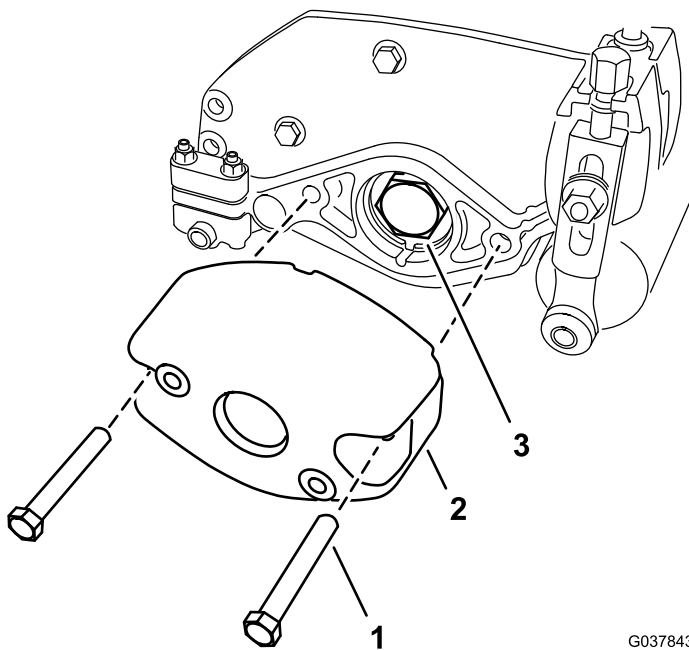

Bild 4
6. Nehmen Sie die zwei Schrauben (5/16" x 2 1/4") von den zwei Muttern (unverlierbar an der Seitenplatte befestigt) ab, mit denen das Gegengewicht an der Seitenplatte der Schneideinheit befestigt ist. Entfernen Sie das Gegengewicht (Bild 4).
8. Nehmen Sie die Lagermutter von der Spindelwelle ab (Bild 4).